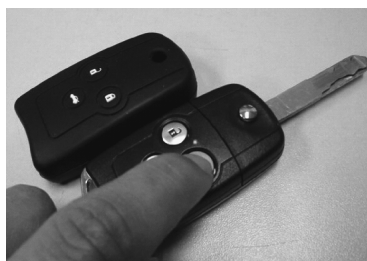

图 11-16 测试遥控器
- 6) 安装好遥控器电池，然后进行测试，如图 11-16 所示。